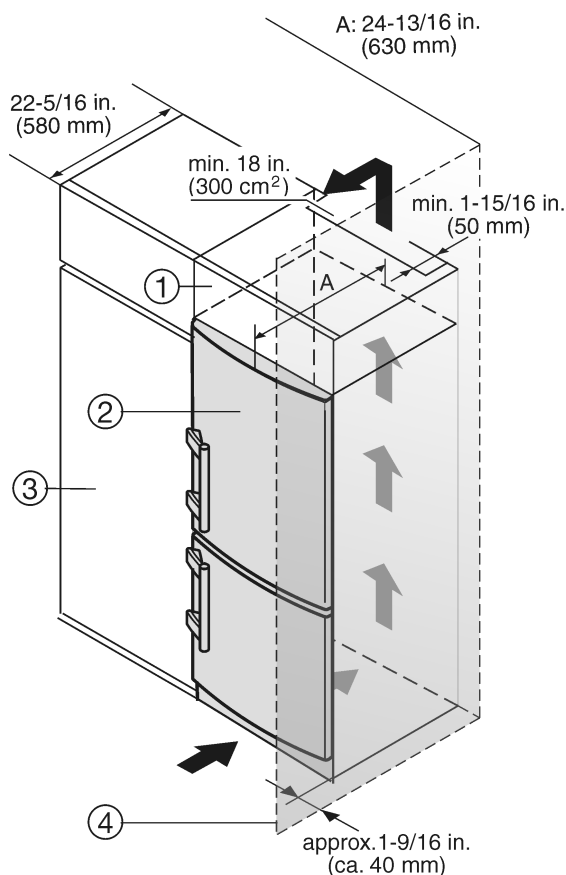

Fig. 9
El aparato se puede rodear de muebles de cocina. Para adaptar el aparato Fig. 9 (2) a la altura del mueble de la cocina se puede colocar sobre el aparato un armario superior Fig. 9 (1) adecuado y acorde con el mobiliario.
Si la cocina posee armarios (profundidad máx. 22-27/32 " (580 mm)) el aparato se puede instalar directamente junto al armario de la cocina Fig. 9 (3). Desde el lateral, la puerta del aparato queda a 1-11/32 " (34 mm) de la parte frontal del armario de cocina, y desde el centro del aparato, a 1-31/32 " (50 mm). Por tanto, se puede abrir y cerrar sin problemas.
Si el aparato se instala con las bisagras junto a una pared Fig. 9 (4), la distancia entre el aparato y la pared debe ser de como mínimo 1-9/16 " (40 mm). Esto equivale al saliente del tirador con la puerta abierta.